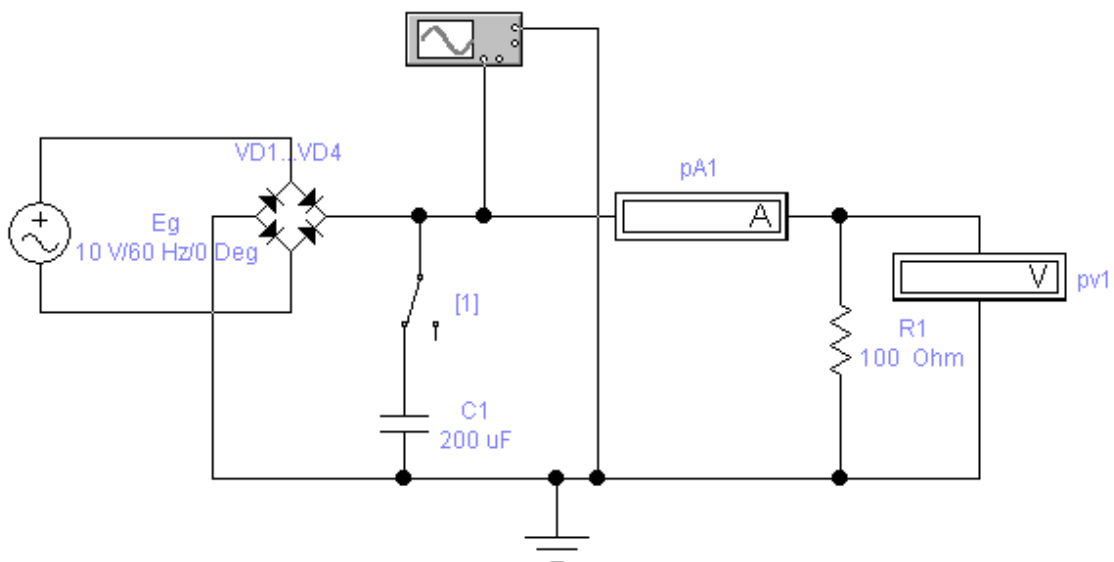

Рисунок 10.3 - Схема дослідження мостового випрямляча
9. Набрати схему мостового випрямляча (рис. 10.3) й установити задану величину напруги E . Варіанти завдань наведені у таблиці 10.1.